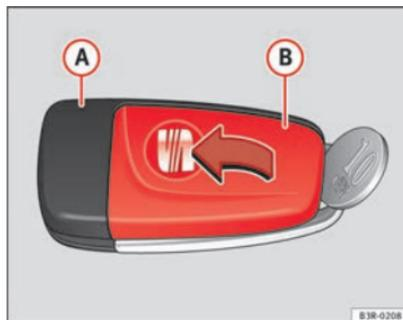

Fig. 69 Chave principal:
- Separe **com cuidado**, fazendo alavanca com uma moeda, a parte da chave ⇒ Fig. 69 **A** e a tampa **B**.